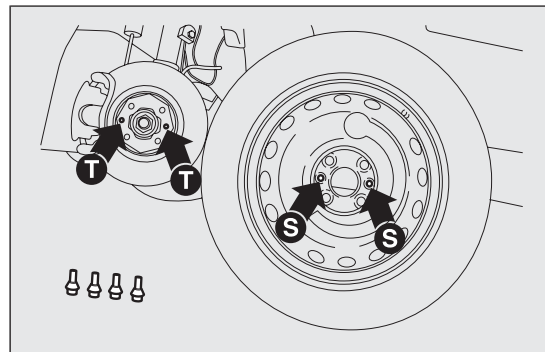

fig. 146
- ☐ montare il ruotino facendo coincidere i fori S fig. 146 con i relativi perni di centraggio T;